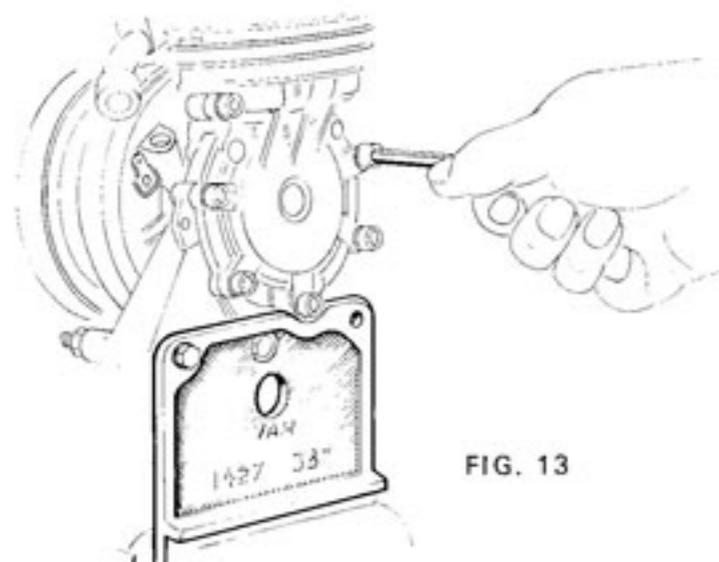

FIG. 13
Après avoir déposé le moteur (opération n° 7) et démonté l'ensemble d'échappement (clé à pipe de 10 déposer la pipe admission, clé plate de 7. Fixer le moteur sur son support MB 1427 VAR 387 à l'aide de l'entretoise fournie et du boulon inférieur support moteur n° 19019) serrer dans l'étau (voir figure 13).
- Dévisser les 7 vis d'assemblage couvercle carter (voir figure 13).
- Fixer énergiquement le carter dans l'étau par l'intermédiaire du support 1427 (voir fig. 13, opération 8).